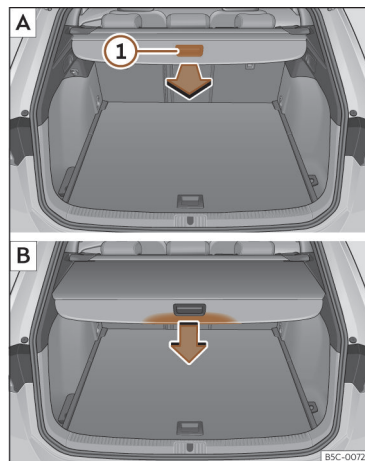

Fig. 175 En el maletero: desenrollar y enrollar la bandeja.
- Tire uniformemente de la bandeja por el asidero >>> **fig. 175 ①** hacia atrás y extráigala hasta el tope hasta que encastre de forma audible.
- Presione sobre el asidero de la bandeja en el sentido de la flecha hasta desbloquearla >>> **fig. 175 ⑧**.